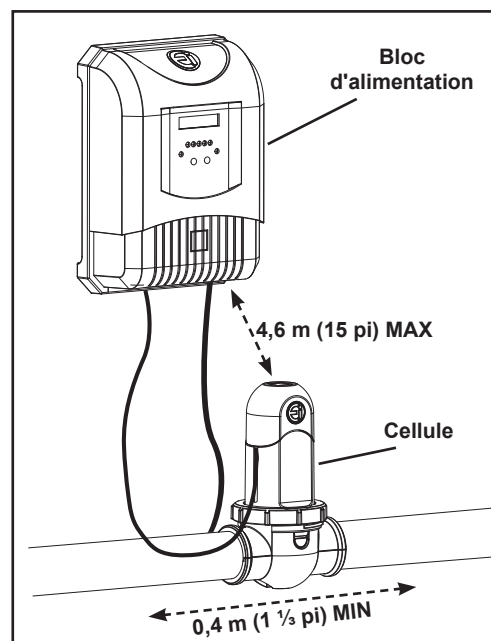

Figure 3. Exigences d'installation
- La cellule doit être installée sur un conduit à 0,4 m (1 ½ pi) après les réchauffeurs, les pompes et les filtres, comme la dernière pièce d'équipement du système de tuyauterie de circulation juste avant la piscine (Voir Figure 3).
- La cellule doit être installée à au plus 4,6 m (15 pi) du bloc d'alimentation (Voir Figure 3).